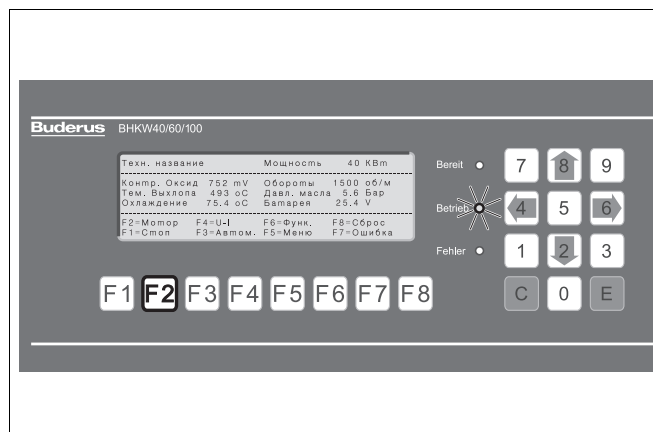

Рис. 3 При нажатии F2 показаны параметры двигателя; для возврата к основному изображению нажать кнопку C (на цифровой клавиатуре)
- Нажмите кнопку F2 для проверки параметров двигателя (рис. 3).
Температура выхл. газ	<ul style="list-style-type: none"> <li>● Охладить выхлопные газы до температуры ниже 300 °C (индикацию температуры выхлопных газов см. рис. 3 на странице 5).</li> <li>● Квитировать ошибку функциональной кнопкой F8; при повторном сообщении об ошибке1) вызвать специалистов сервисной службы.</li> </ul>